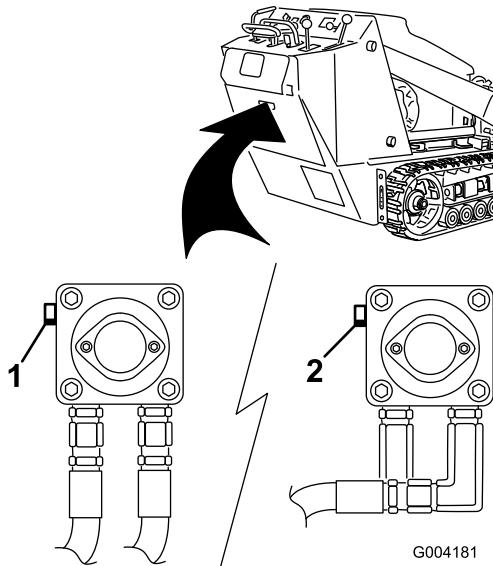

Bild 22
3. Drehen Sie die Schleppventile auf der Hydraulikölspülung mit einem Schraubenschlüssel zweimal entgegen dem Uhrzeigersinn (Bild 22).